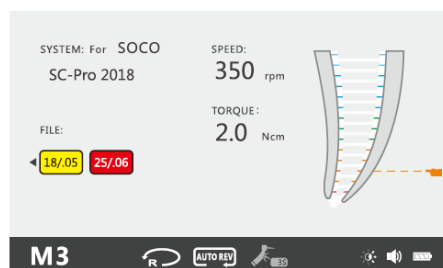

Fig.29 Set Apex Position
- Presione la tecla SET, el ícono de ajuste del ápice pasará al estado ajustable (Fig. 29).